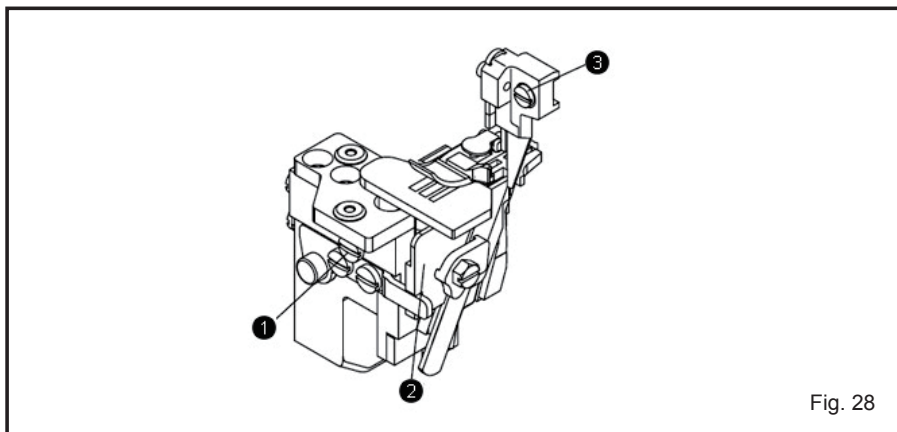

Fig. 28
1. Gire a polia para mover a faca superior até o ponto morto inferior. (Fig. 28)
2. Solte o parafuso ① e mova o suporte aparador inferior ② para a esquerda, em seguida aperte um pouco o parafuso ①.
3. Solte o parafuso ① e mova o suporte da faca superior para a esquerda ou para a direita até atingir a largura desejada. Em seguida, aperte o parafuso ③.
4. Solte o parafuso ① para retornar o suporte aparador inferior ② para sua posição original. Teste se a faca pode cortar a linha, então aperte o parafuso ①.